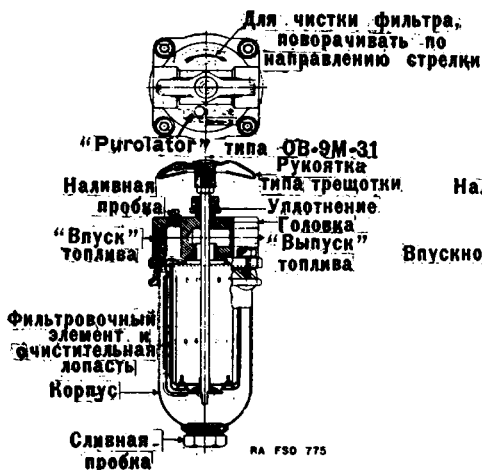

Рис. 49. Бензофильтр (Пуролатор).
1) Бензиновый фильтр (рис. 49).